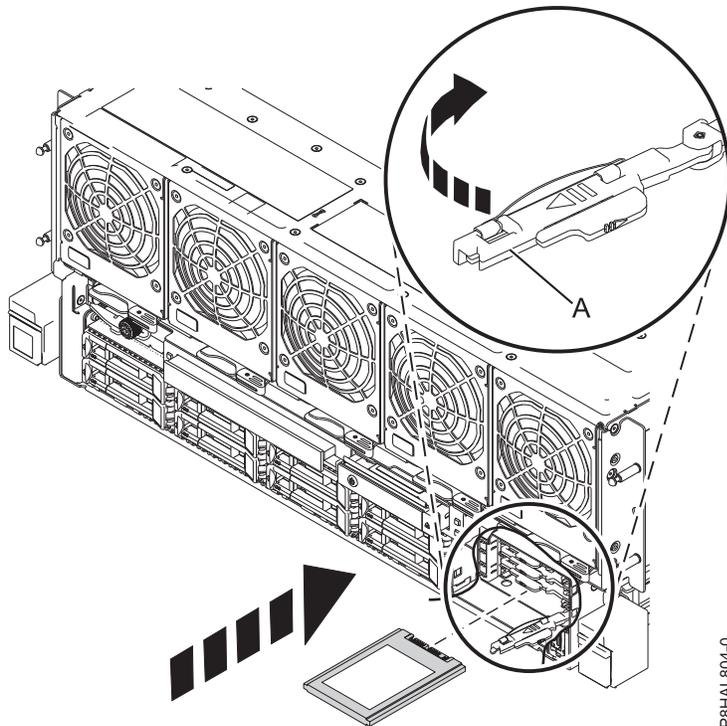

Abbildung 5. Solid-State-Laufwerk in einem System vom Typ 8408-44E oder 8408-E8E installieren
3. Der Griff des Solid-State-Laufwerks (**A**) muss in der entriegelten Position sein, während Sie ihn nach außen ziehen, um auf die Führungsschienen im Steckplatz des Solid-State-Laufwerks zugreifen zu können. Stützen Sie das Solid-State-Laufwerk unten mit Ihrer Hand, wenn Sie es an den Führungsschienen im Steckplatz des Solid-State-Laufwerks ausrichten. Siehe Abb. 5 auf Seite 11.
4. Schieben Sie das Solid-State-Laufwerk bis zum Anschlag in das System und verriegeln Sie es, indem Sie den Griff (**A**) in die gezeigte Richtung drehen. Siehe Abb. 5 auf Seite 11.